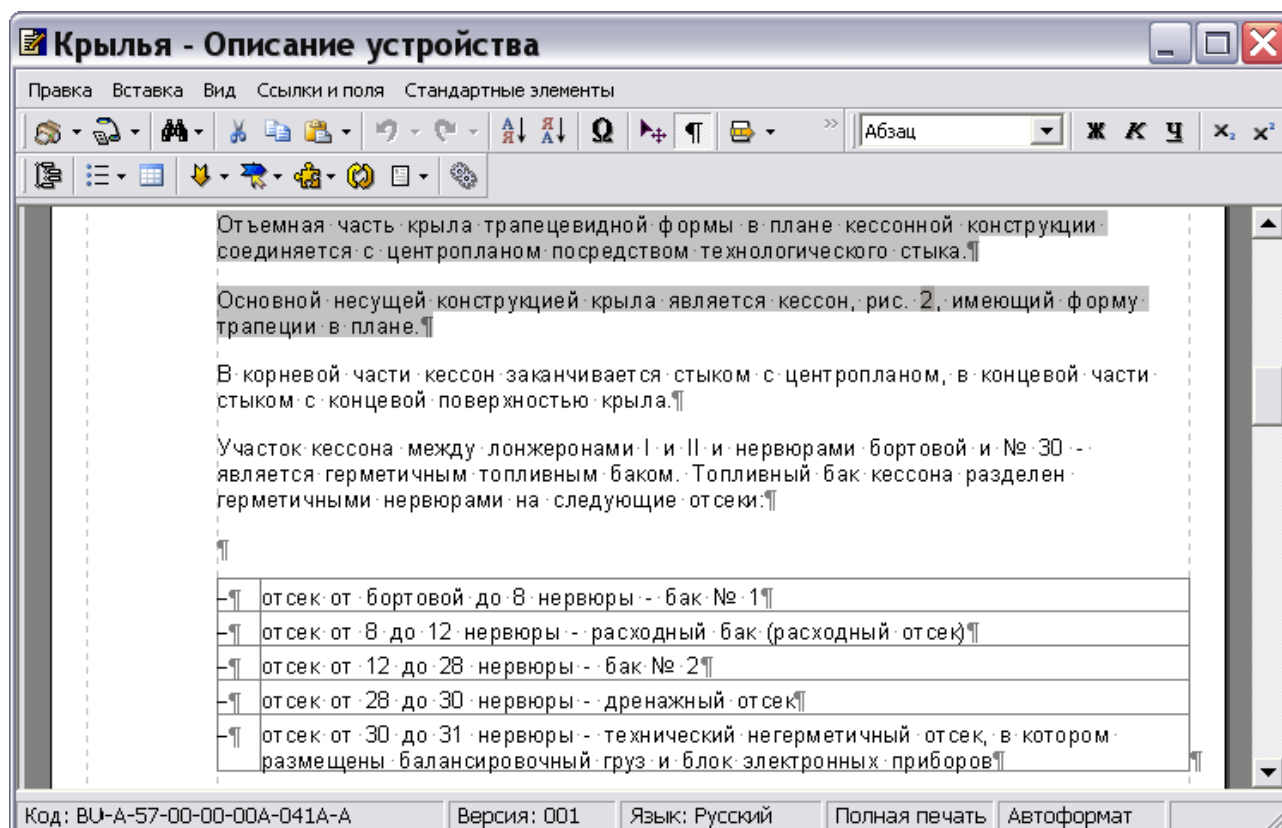

Рис. 22.56
3. Выделите версию модуля данных и нажмите на кнопку  **Редактировать**. При этом в окне редактора откроется содержимое выбранной версии модуля данных (Рис. 22.56).
1. Выделите часть документа, для которой требуется указать применимость. Возможно выделение абзаца, объекта (таблицы, иллюстрации и т.д.) или части объекта (Рис. 22.56).